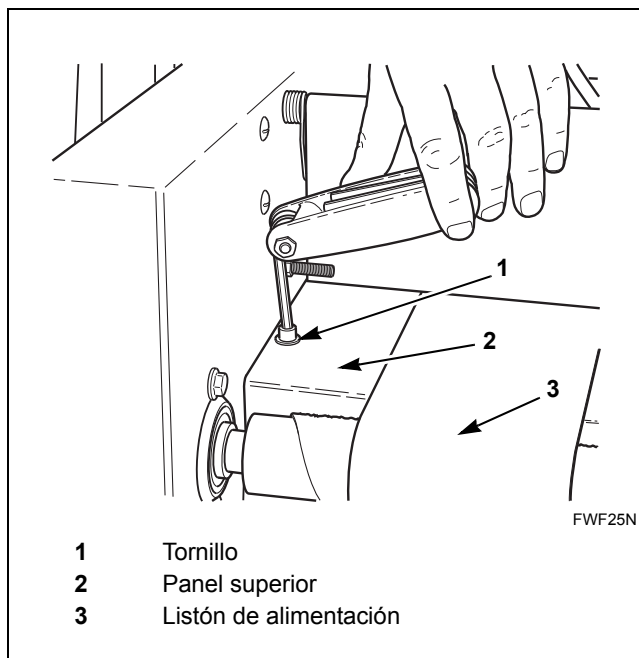

Figura 26
5. Quite el tornillo del lado izquierdo en el panel superior (detrás del rodillo de alimentación). Consulte la *Figura 26*.